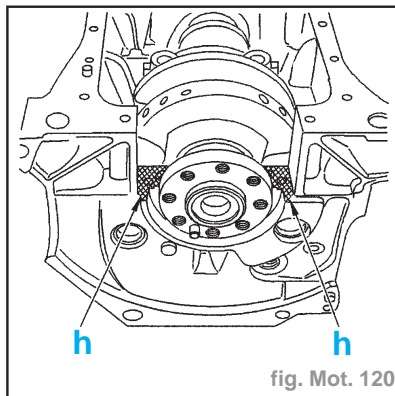

fig. Mot. 120
- Mettre de la pâte d'étanchéité (E4) dans les angles et les extrémités "h" du palier n°2 (fig. Mot. 120).